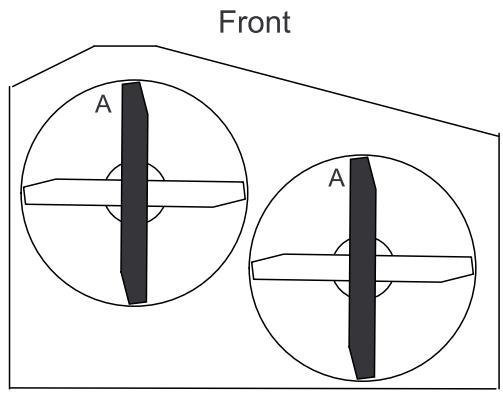

Figura 55
3. Gire las cuchillas hasta que los extremos estén orientados hacia adelante y hacia atrás. Mida desde una superficie nivelada hasta el filo de corte, posición A, de las cuchillas (Figura 54). Anote esta dimensión. Para las plataformas de cortacésped de 36 pulgadas, consulte la Figura 55.